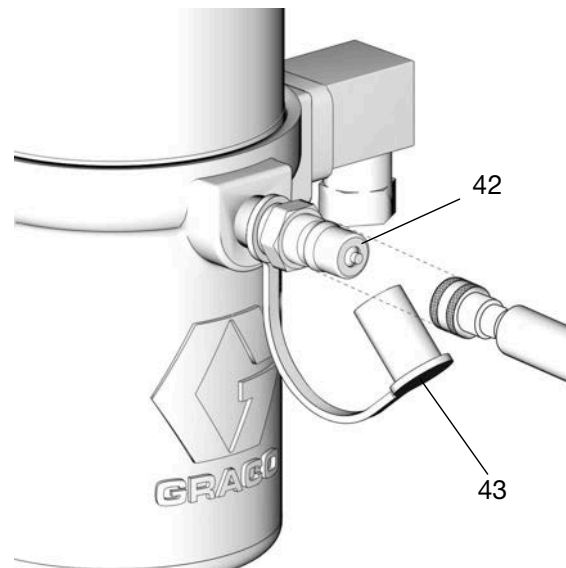

FIG. 4
1. Quite el tapón de la grasa (43) (FIG. 4) del puerto de llenado para acceder al espárrago de llenado (42).
2. Conecte el racor de conexión rápida de la bomba de llenado al puerto de llenado (42).
- Desconecte la bomba de llenado del espárrago de llenado (42) (FIG. 4, página 8).
- Fije el tapón de la grasa (43) sobre el espárrago de llenado (42) (FIG. 4, página 8).